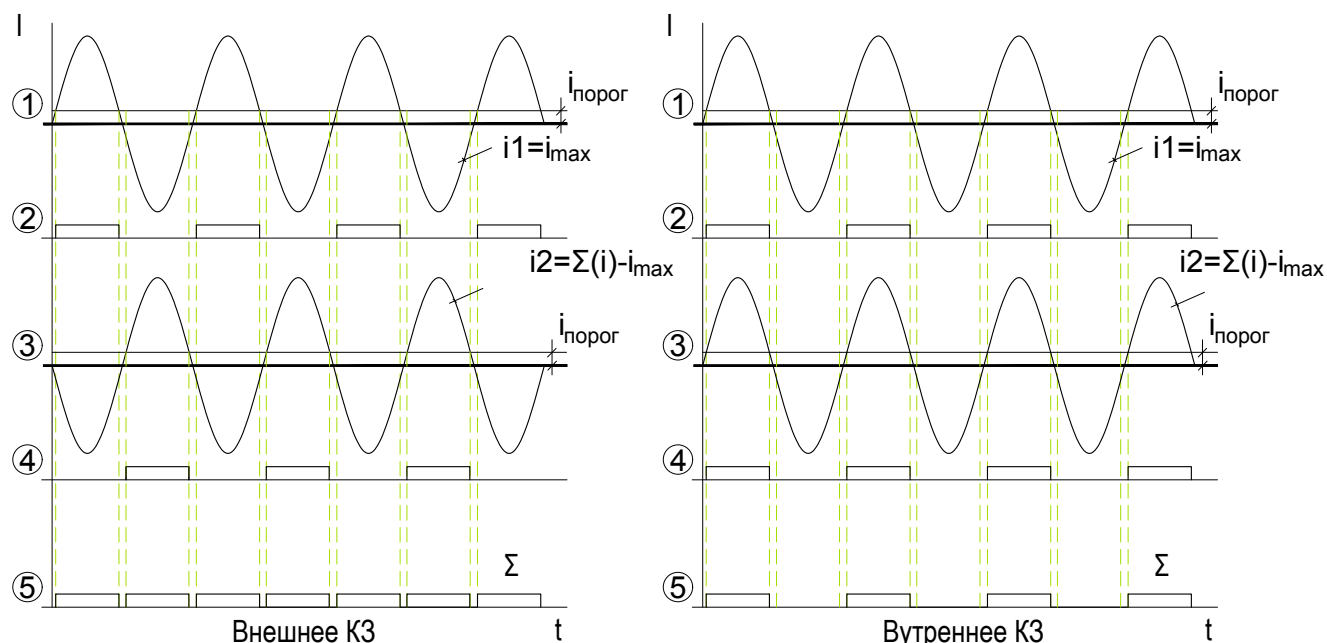
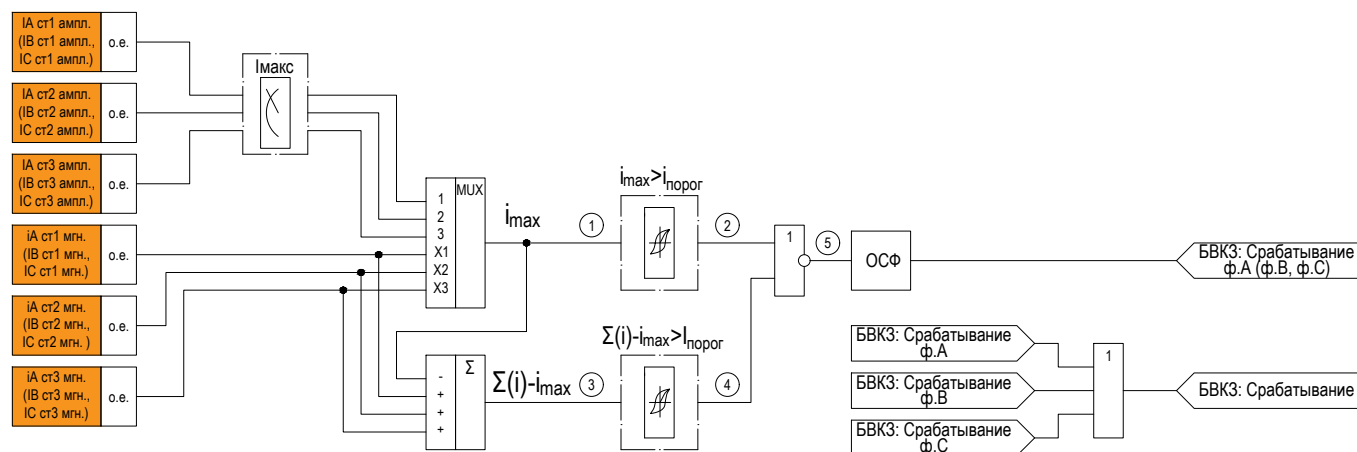

Рисунок 2.6 – Временные диаграммы работы функции «БВК3»
Рисунок 2.7 – Функциональная схема «БВК3»
2.2.8.2 Временные диаграммы работы функции «БВКЗ» в режимах внешнего и внутреннего КЗ приведены на рисунке 2.6, для однозначного соответствия точек измерения на функциональной схеме (рис. 2.7) и на временных диаграммах (рис. 2.6) точкам измерения присвоены цифры ①...⑤. На функциональной схеме (рис. 2.7) и временных диаграммах (рис. 2.6) указаны точки измерений.
2.2.8.4 Во время положительной полуволны тока каждой из сравниваемых величин устанавливаются сигналы 1 на определенных элементах схемы. Далее эти сигналы суммируются. При внешних КЗ в сумме сигналов практически отсутствуют паузы (паузы обусловлены пороговыми значениями элементов сравнения). При внутренних КЗ паузы по длительности приближаются к значению времени полупериода (см. рисунок 2.6). Длительность паузы является критерием блокировки при внешних КЗ. Вторая по счету от начала повреждения длительная пауза дает разрешение на работу ДЗТ.